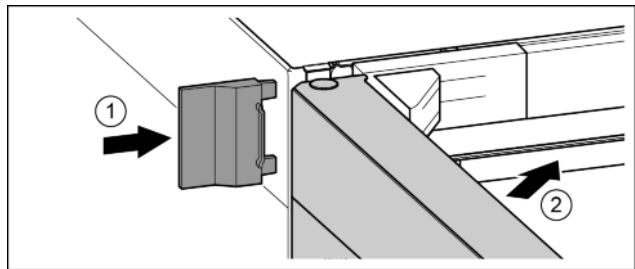

Fig. 26
- ▶ Nasuňte vonkajší kryt. Fig. 26 (1)
- ▶ Zatvorte vrchné dvere. Fig. 26 (2)